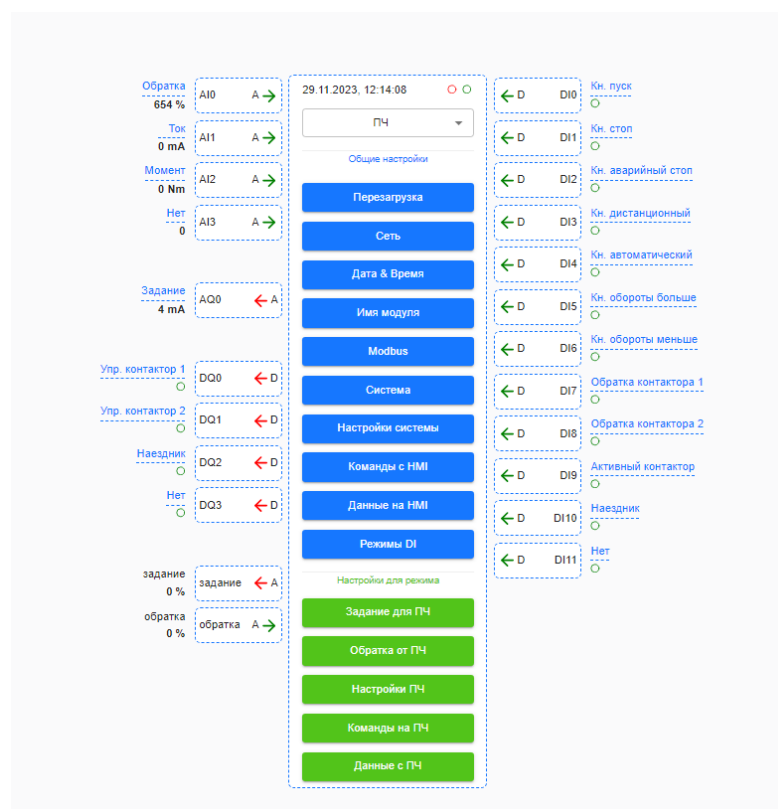

Рисунок 17. Веб-интерфейс с активированным сервисным режимом..
8. На веб-интерфейсе есть два режима: стандартный режим отображения и сервисный режим. Активация сервисного режима производится путем ввода в правом верхнем углу интерфейса. Пароль по умолчанию: 12345. После успешной авторизации пользователь сможет изменить сеть устройства, имя модуля, настройки Modbus и самой системы модуля. Вид интерфейса с активированным сервисным режимом будет представлен ниже (см. Рисунок 17).